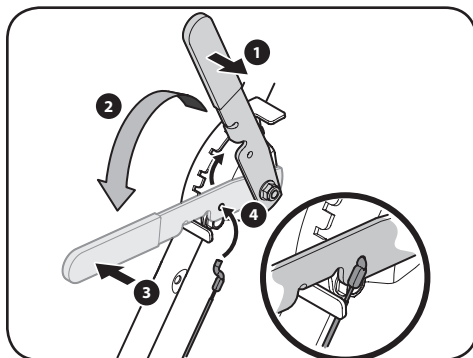

Figure 3-4
4. Accrochez l'extrémité en forme de Z du câble dans le trou du levier de réglage. Voir Figure 3-4.